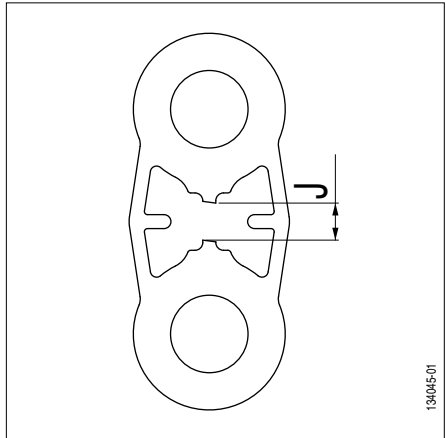
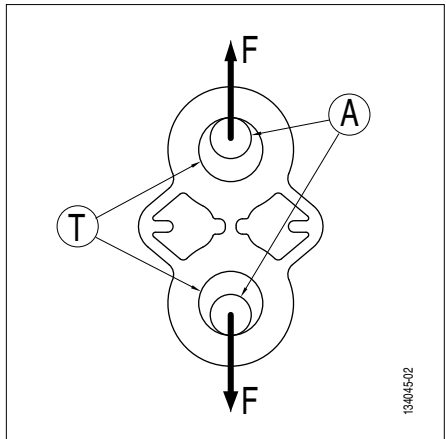
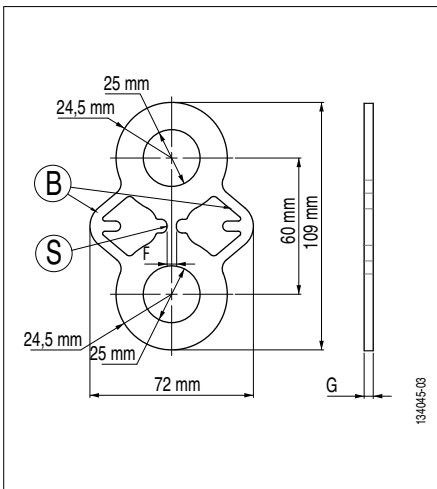
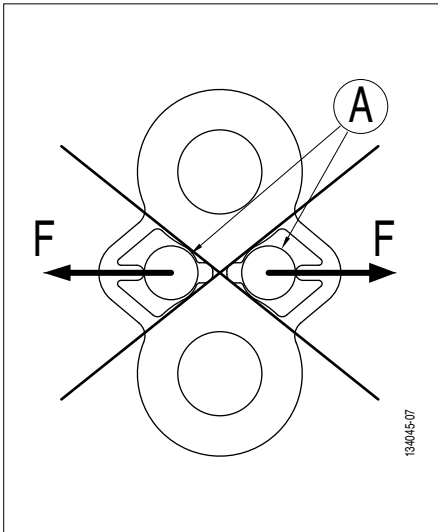

Abb. 1
Abb. 2
Abb. 3
Abb. 5
Die Prüflast ist erreicht, wenn der Mittelteil der Testplatte bricht (Abb. 3, Seite 22, Position S). Ein Paar Haltearme (Abb. 3, Seite 22, Position B) sichert das Zugkraftsystem nach dem Bruch des Mittelteils 'S'.
Ein vollständiges Sortiment an Testplatten TA wurde entwickelt, um die Anschlagpunkte auf Zug zu testen. Die Anschlaglöcher (Abb. 2, Position T) der Platten sind für die Aufnahme hochwiderstandsfester geschweifter Schäkel ausgelegt. Die verschiedenen Testplatten TA sind aus Edelstahl derselben Sorte gefertigt, um den Bruch des Abschnitts (Abb. 3, Seite 22, Position S) mit einer Präzision von +/- 10% gegenüber der auf der Platte angegebenen Bruchlast CR zu garantieren (Kapitel „11 Kennzeichnungen“). Die Haltearme (Abb. 3, Seite 22, Position B) sind so ausgelegt, dass ihre mechanische Widerstandsfähigkeit mindestens der auf der Platte angegebenen Bruchlast CR entspricht.
- Belastung der Testplatte TA (Abb. 2).
- Bei der auf der Platte angegebenen Bruchlast CR (Kapitel „11 Kennzeichnungen“), Bruch des Abschnitts S (Abb. 3, Seite 22, Position S).
→ Dehnung der Platte und Auftreten eines Spiels 'J' zwischen der oberen und unteren Hälfte der Testplatte TA (Abb. 1, Spiel J).
GEFAHR: Wenn der Bediener die Platte nach dem Bruch von Abschnitt 'S' erneut belastet, besteht die Gefahr, dass die Haltearme (Abb. 3, Seite 22, Position B) brechen und die Belastungsvorrichtung abstürzt. Das maximale Spiel 'J' (Abb. 1, Spiel J) darf 15 mm nicht überschreiten.
GEFAHR: Es ist streng verboten, die Schäkelbolzen an den Haltearmen (Abb. 5, Seite 23) anzuschlagen.
- 2) Sicherstellen, dass die Bruchlast-Testplatte TA ordnungsgemäß angeschlagen ist (Abb. 2, Seite 21 und Abb. 5, Seite 23).
6. Anschlagen der Testplatte TA an den Haltearmen (siehe Abb. 5, Seite 23).